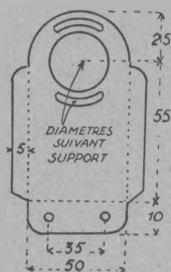

Fig. 8. — Cotes du chevalet de support du tube cathodique.
- le chevalet portant le support du tube, réalisé suivant les cotes de la figure 8. Ce chevalet est fixé au châssis par deux boulons pouvant coulisser dans des trous allongés, afin de permettre un certain déplacement du tube vers le panneau avant. Le support de tube est fixé au chevalet par deux boulons coulisant dans des trous en arc de cercle, pour permettre de faire tourner le tube sur lui-même et régler ainsi le déplacement bien vertical du spot.